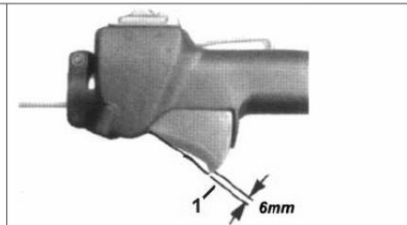

Fig.E7
2. Régler l'écrou de réglage du câble jusqu'à obtenir un jeu de 6mm sur la gâchette (Fig.E7)